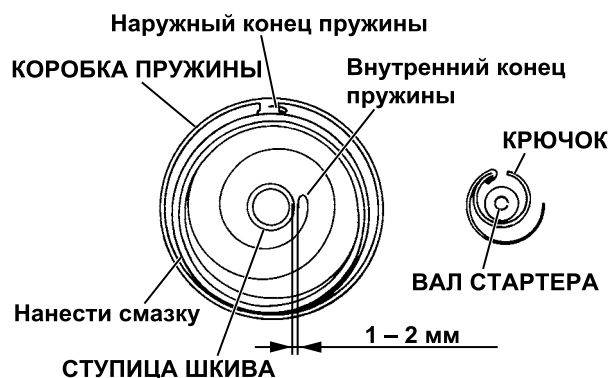

Рис. 9-5
- (2) Убедиться в том, что пружина надежно закреплена на шкиве, и загнуть другой конец пружины так, чтобы между внутренним концом пружины и краем ступица шкива получился зазор 1 – 2 мм, позволяющий надежно зацепить пружину за крючок, как показано на рис. 9-5. Форма внутреннего конца пружины (примерно 10 см от окончания) при необходимости может быть отрегулирована плоскогубцами.
- (3) Нанести небольшое количество смазки на вал стартера и пружину.
Надлежащее расположение пружины указано на рис. 9-5.